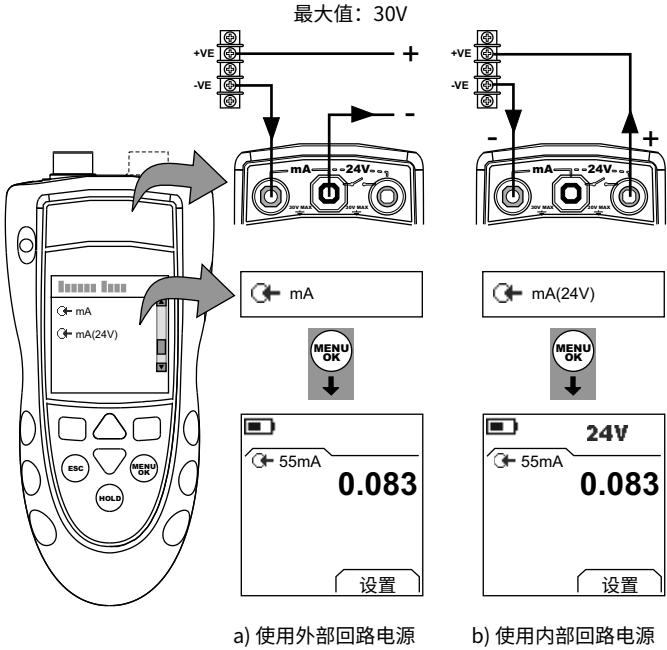

图 7：配置示例 — 电流测量
1. 连接仪表（图 7），如果有必要，调整 Set Up（设定）（表 1）。
1. 仅限于 DPI 802/802P。将该仪表与校准设备进行连接（图 7）。